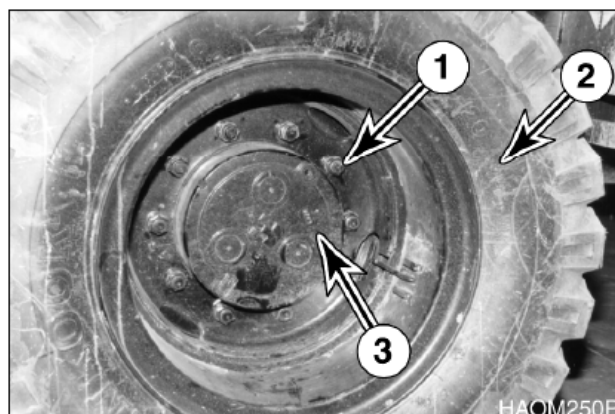

Рис. 111
5. Снимите колесные гайки, внешние шайбы (1, рис. 111) и наружную шину в сборе (2) со ступицы (3). Осмотреть гайки и шайбы на наличие повреждений и износа. Заменить при необходимости. При обратной сборке убедиться в том, что шайбы установлены таким образом, что скошенный конец направлен в сторону обода колеса для правильной центровки и установки.